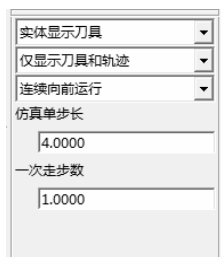

图 4-14 “线框仿真”加工参数
- 2) 在立即菜单中，依次选择如图 4-14 所示的加工参数。